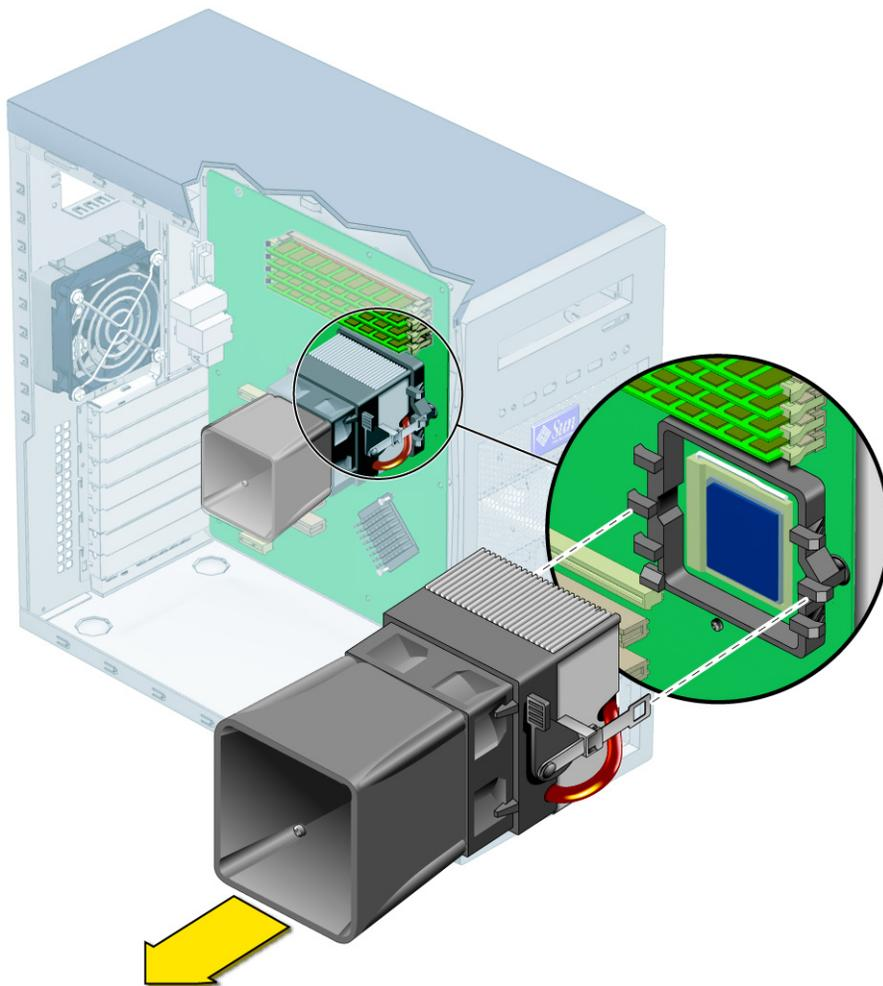

РИС. 4-36 Отсоединение блока радиатора/вентилятора от материнской платы
8. Поднимите блок радиатора/вентилятора вверх и снимите его с материнской платы (см. РИС. 4-36).